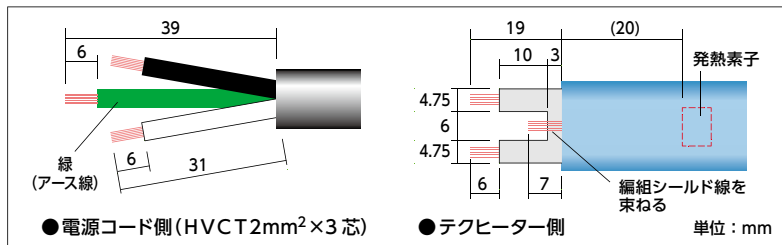

図 1
- ①電源コード及び「テクヒーター」の接続箇所を下図のように加工します。（図 1）
- ②ヒーターと電源コードの3本の線を、圧着端子と収縮チューブを用いて接続し、電源コード接続部品（ケース）に入れます。（写真 4）